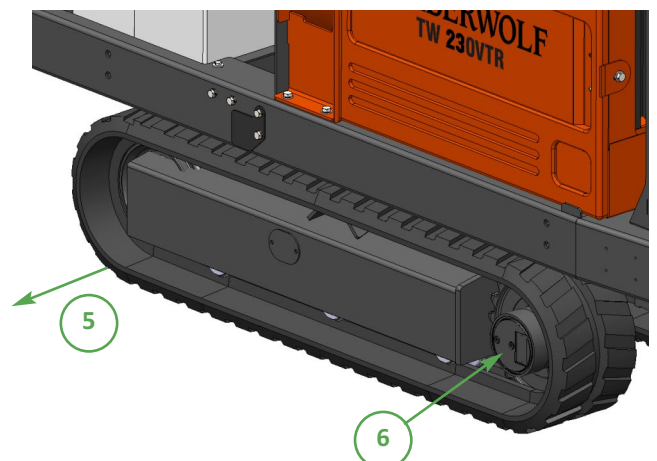

Afb. 1
Het smeermiddel in de hydraulische rupsband staat onder druk. Draai de smeerklep (nr. 1, afb. 1) nooit verder los dan noodzakelijk is om smeermiddel te verwijderen (maximaal vijf omwentelingen). Als de klep te los zit, bestaat het risico dat smeermiddel onder druk wordt uitgespoten met mogelijk letsel van de gebruiker van de machine tot gevolg. Verwijder grind of modder dat vastzit tussen het tandwiel en de rupsbandschakel voordat u de rupsband lossert instelt.
- 1 Kijk waar de smeernippel onder de afdekplaat aan de binnenkant van het frame zich bevindt (afb. 1) voor toegang tot het spansysteem.
- 2 Kijk waar de smeernippel onder de afdekplaat aan de binnenkant van het frame zich bevindt voor toegang tot het spansysteem (afb. 1.).